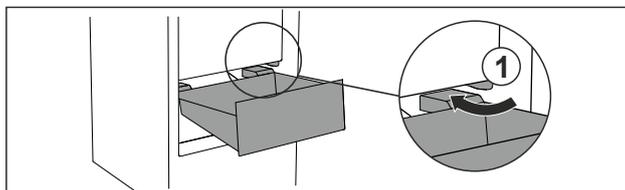

Fig. 21
- ▶ Guider le tiroir en biais en contournant les butées Fig. 21 (1).